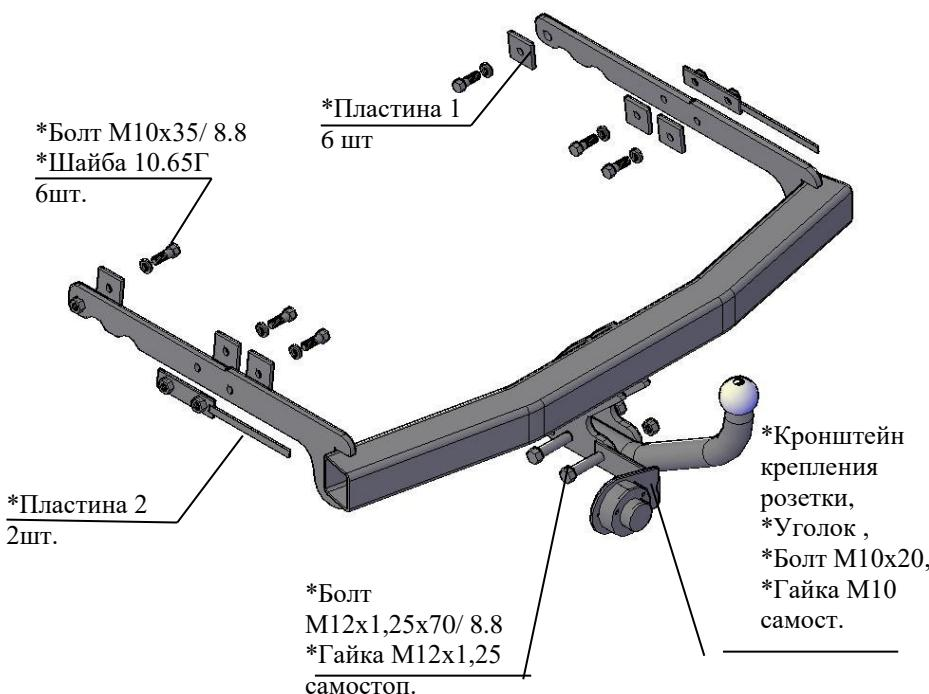

Рис.1 Тягово-сцепное устройство 6020
2.1 ТСУ 6020 в сборе (рис.1)
2.2 Пакет с комплектующими (см. рис.1)